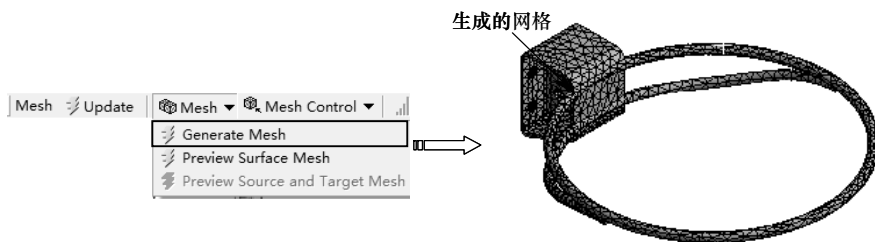

图 7-26 生成网格
2) 在【Outline (分析树)】中选择【Mesh】节点，单击【Mesh】工具栏上的【Mesh (网格)】|【Generate Mesh (生成网格)】命令，将弹出网格生成进度条，表明正在划分网格。当网格划分完成后，进度条自动消失，最终生成效果如图 7-26 所示。